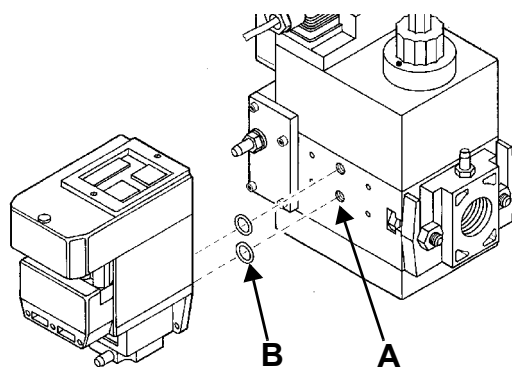
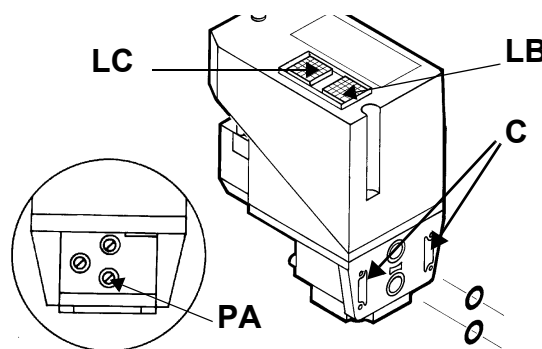

Fig. 18
Fig. 19
- 2 togliere le viti di chiusura del gruppo Multibloc (Fig. 18-A);
- 3 inserire gli anellini di tenuta (10,5 x 2,25) nel VPS 504 (Fig. 18-B - Fig. 19);
- 4 avvitare le 4 viti del controllo di tenuta (M4 x 16) Fig. 19-C.
Per effettuare la verifica di funzionamento, inserire un manometro in corrispondenza della presa di pressione **PA** (Fig. 19). Se il ciclo di prova ha esito positivo, dopo alcuni secondi si accende il LED di consenso **LC** (giallo). In caso contrario si accende il pulsante luminoso **LB** di blocco (rossa). Per ripartire è necessario sbloccare l'apparecchiatura premendo il pulsante **LB**.